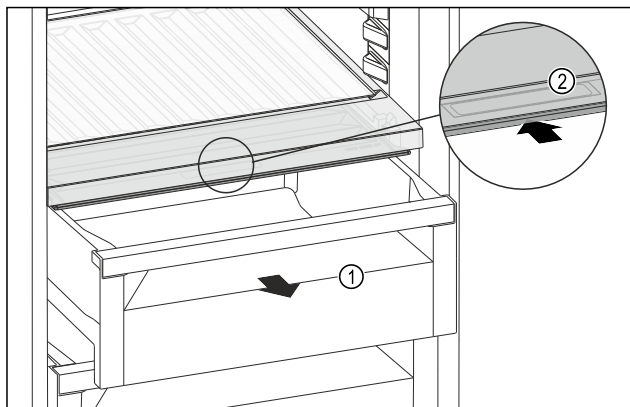

Fig. 229
- Retirer le tiroir Fig. 229 (1).